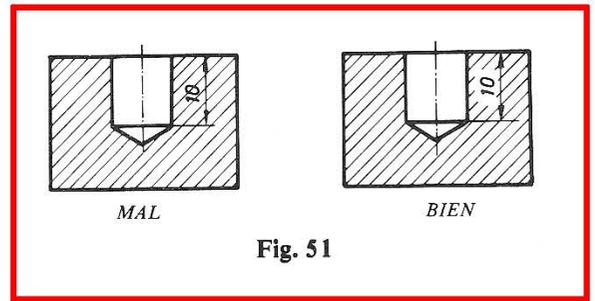

Fig. 51
k) En las secciones, se procurará no rotular las cifras de cota en el interior de la zona rayada; si no se pudiera evitar, se suprimirá el rayado en una zona rectangular suficiente para la rotulación de las cifras de cota. (Fig. 51.)